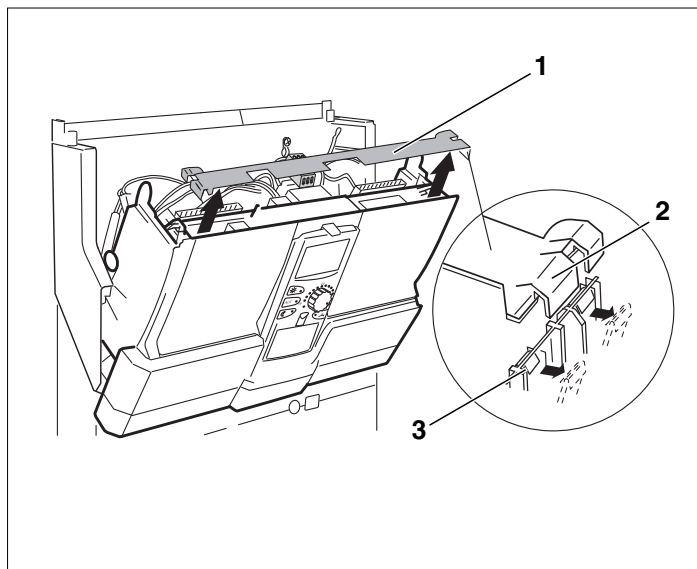

Рис. 4 Демонтаж планки
Для снятия планки (Рис. 4, **поз. 1**) потребуется отвертка.
- Освободите планку с одной стороны. Для этого нужно отверткой нажать по направлению наружу на одну из защелок (Рис. 4, **поз. 3**).
- Приподнимите горизонтальную планку за язычок (Рис. 4, **поз. 2**).
- Снимите планку (Рис. 4, **поз. 1**).